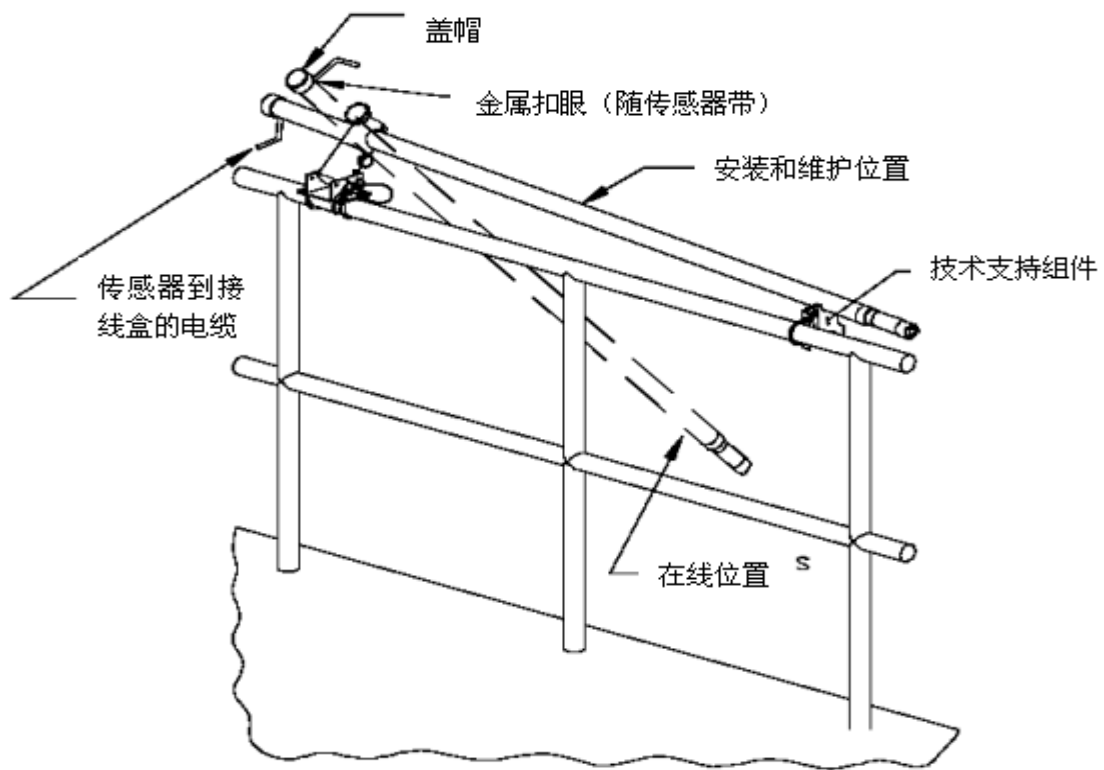

图 2-2 传感器安装——栏杆安装硬件
2. 参见图 2-2，将硬件中的**服务支持组件**安装到栏杆上的适当位置，大约与上面的旋转/枢轴/管道夹组件相距 5 英寸（1.5 m）。